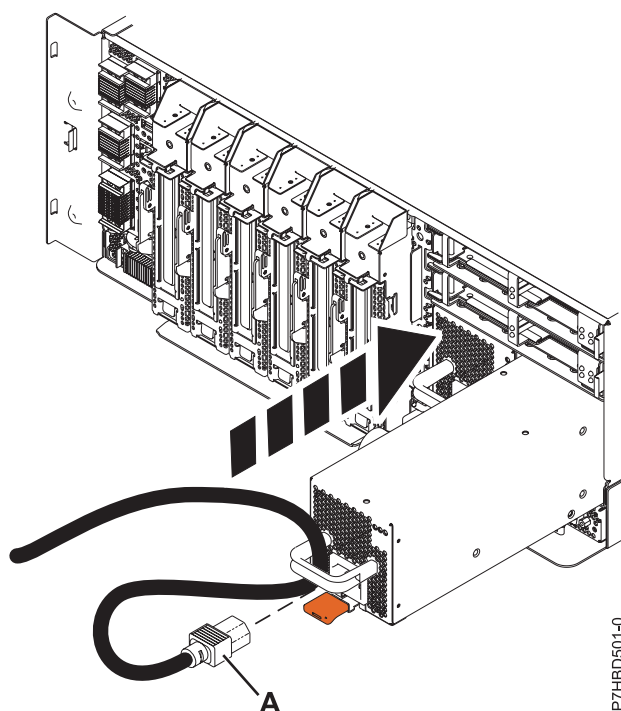

Figure 5. Remplacement de l'alimentation électrique
- Alignez le bloc d'alimentation électrique avec la baie et glissez-le dans le système, jusqu'à ce qu'il s'emboîte dans son emplacement, comme illustré dans la figure 5.
- Reliez le câble d'alimentation (A), comme illustré dans la figure 5.